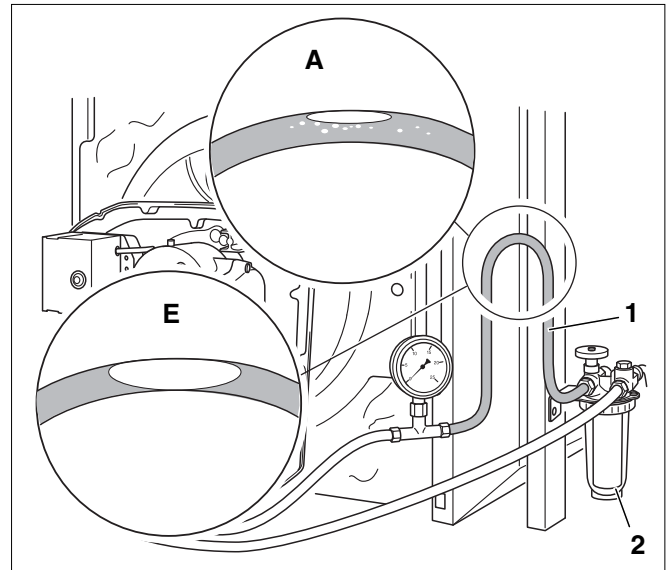

Fig. 64 Fijar el tubo flexible transparente en la parte superior
- Instale la manguera transparente (fig. 64, **pos. 1**) en la tubería de aspiración detrás del filtro de gasóleo (fig. 64, **pos. 2**).
- Doble la unión de la manguera transparente hacia arriba y manténgala de la manera indicada (fig. 64).
- Lleve a cabo un control visual de la cantidad de aire acumulada (fig. 64, **lupa A y B**).
Si se acumula una cantidad de aire mínima en la zona superior de la unión (fig. 64, **lupa A**), significa que la tubería es suficientemente estanca.
En el caso de burbujas de aire mayores (fig. 64, **lupa B**), significa que la tubería de aspiración y/o las conexiones presentan fugas.